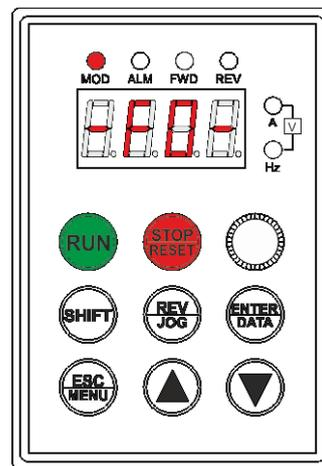

Рисунок 16) Конфигурация
**Конфигурация** (рисунок 16) – нажатие кнопки **MENU** приводит к тому, что инвертор переходит в режим конфигурации, что сигнализируется включение лампочки **MOD**. Если в течение 60 секунд не будет нажато ни одной кнопки то инвертор вернется к отображению предыдущего вида.